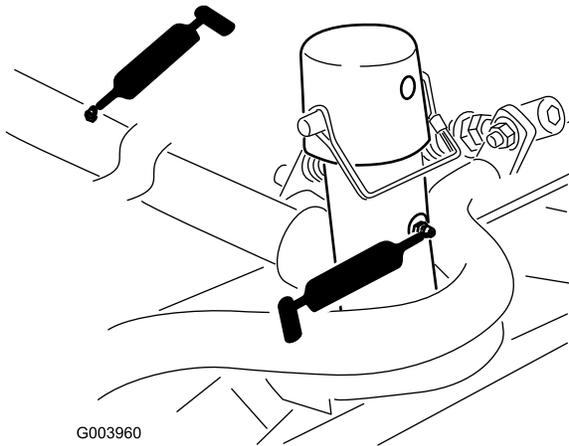

Figura 108
- Telaio portante e perno dell'apparato di taglio (2 cad.) (Figura 108)